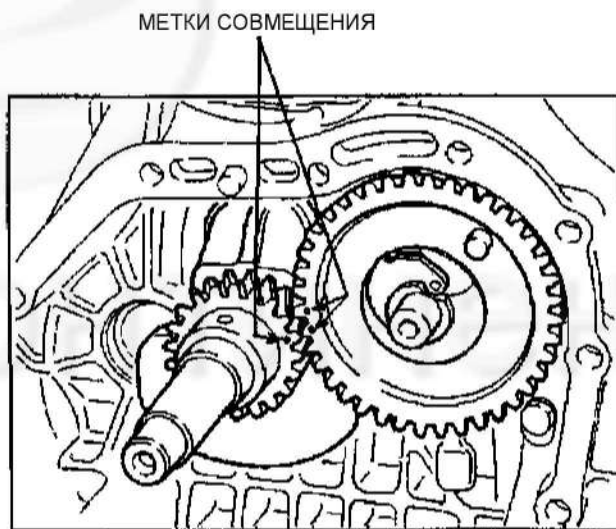

Рис. 48
(2) Установить распредвал в картер, совместив метки опережения впрыска на шестернях коленчатого и распределительного валов. (См. Рис. 48.)